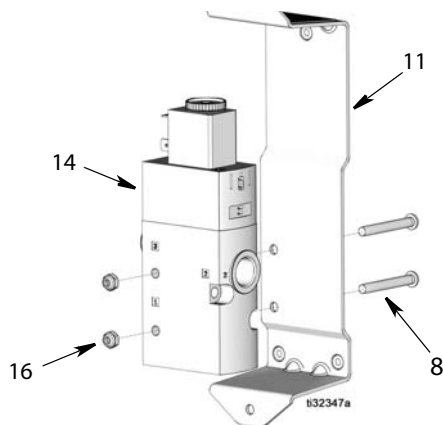

Рис. 29
- Выверните соленоидный клапан (14) относительно кронштейна (11). Установите два винта (8) и гайки (16) как показано на Рис. 29, чтобы закрепить соленоидный клапан (14) на кронштейне (11). Надежно затяните гайки.